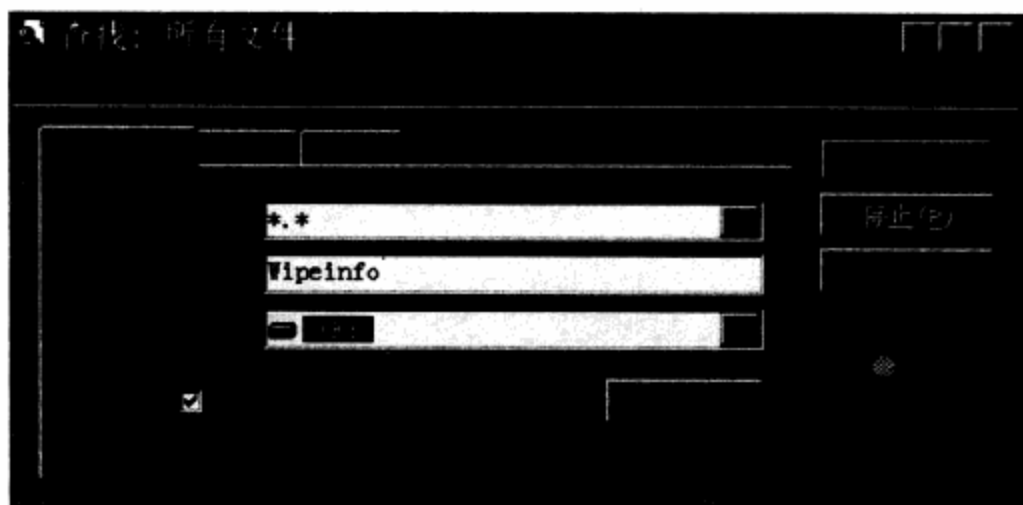

图13-7 输入查找的是含有Wipeinfo字串的文件
**步骤 01** 在Windows 9x桌面上选择“资源管理器”→“工具”→“查找”→“文件与文件夹”命令，此后屏幕上将出现文件查找设置菜单。输入需要设定查找的文件名。如图13-7所示。